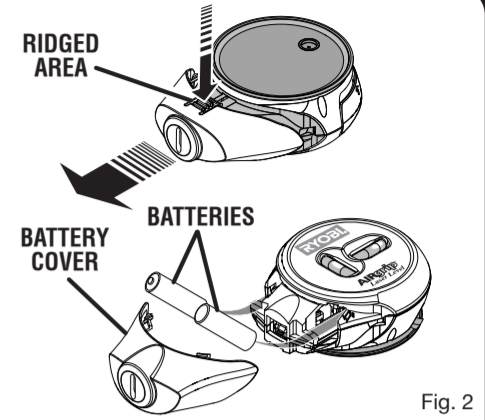

Fig. 2
See Figure 2.
- Voilà la figure 2.